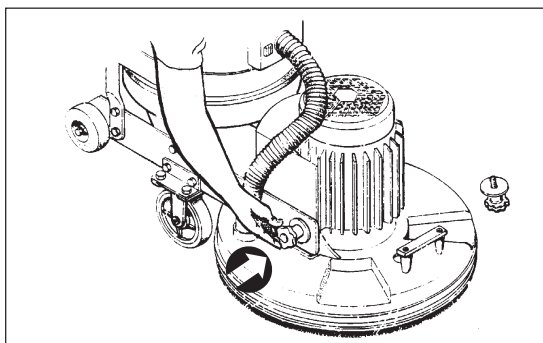

Figure 6
3. Montez le dispositif de ponçage sur le châssis du chariot, en serrant les deux boutons manuels qui passent à travers le châssis du chariot jusqu'au dispositif de ponçage. (Voir Figure 6). Servez-vous des boulons excentrés du châssis du chariot pour aligner correctement le châssis et le dispositif de ponçage. Faites correspondre les repères situés sur les pièces d'écartement et avec ceux du châssis : un sur la droite et deux sur la gauche.